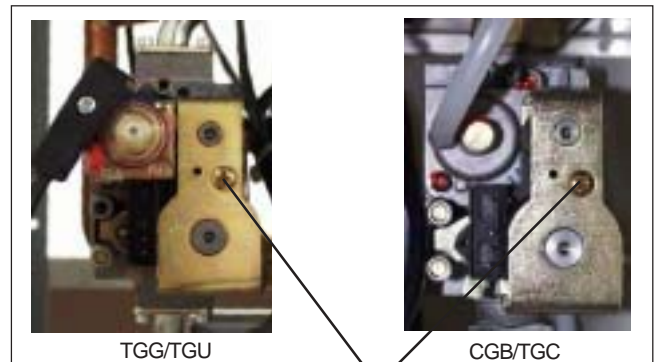

Fig 2: Tornillo de fijación válvula doble
- Retire el transformador (TGG/TGU) ó el conector (CGB/TGC) de la válvula de gas y suelte el tornillo de fijación de la bobina doble (vease Fig. 2).